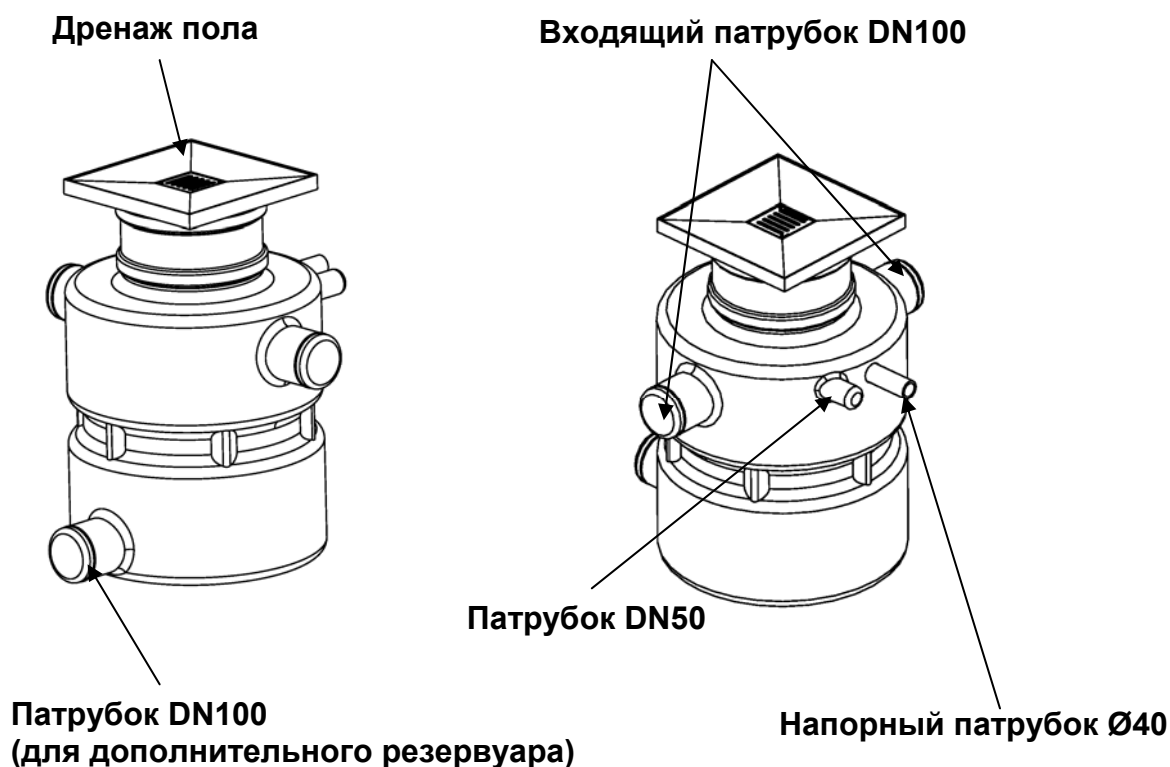

Рис. 4 Подключение к резервуару
5.1.2 Подключение к резервуару (рис. 4)